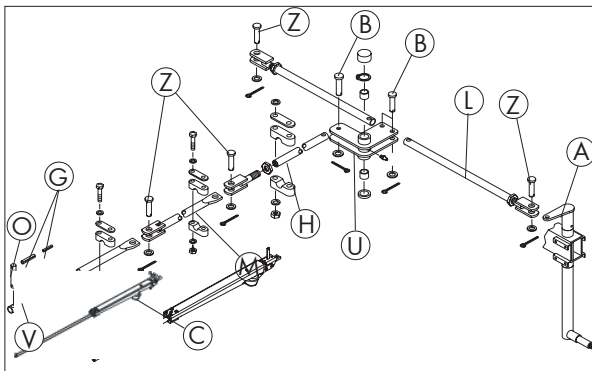

Fig. 3-5
Les bielles de direction (L) sont reliées au levier de commande (A) en utilisant le goujon (Z) et bloquées au moyen d'une goupille fendue et d'une rondelle. Les leviers de commande (A) doivent être positionnés vers l'avant dans le sens de marche (fig. 3-5). Pour cette raison, les roues sont positionnées vers l'extérieur. Utiliser le contenu du sac E pour les travaux de montage décrits ci-dessus.